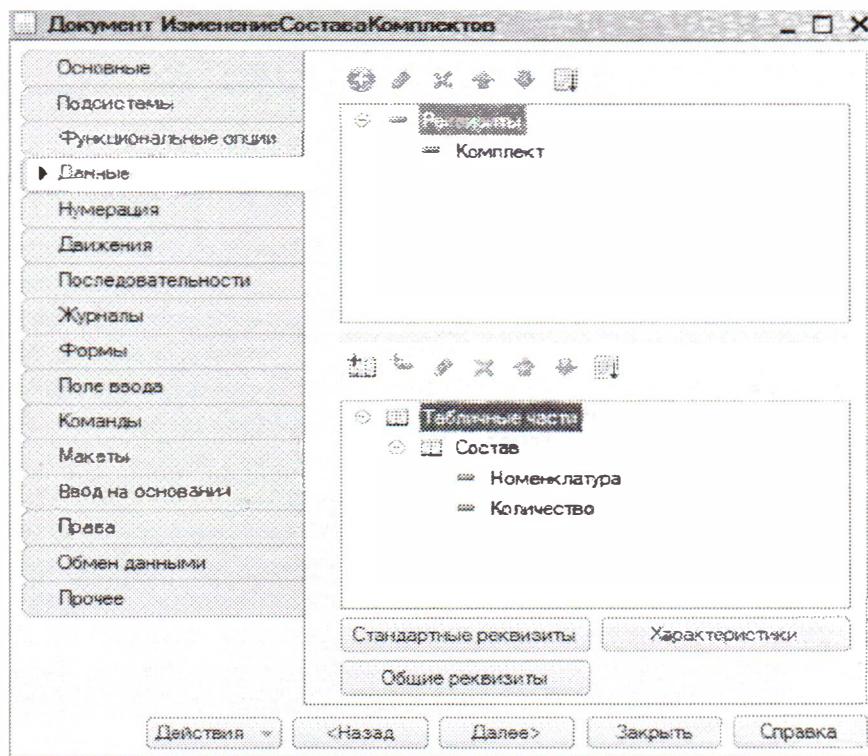

Рисунок 427
– Документ «Изменение состава комплектов» регистрирует номенклатуру в составе комплекта, соответственно, содержит табличную часть «Состав» с колонками: «Номенклатура», «Количество». При проведении документ делает движения по регистру «Состав комплектов» (Рисунок 427).